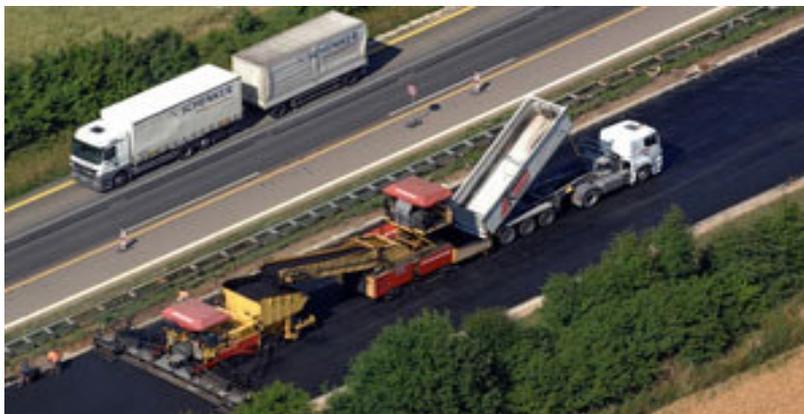

Рис. 30
37. На рис. 30 представлена технология работ по укладке асфальта